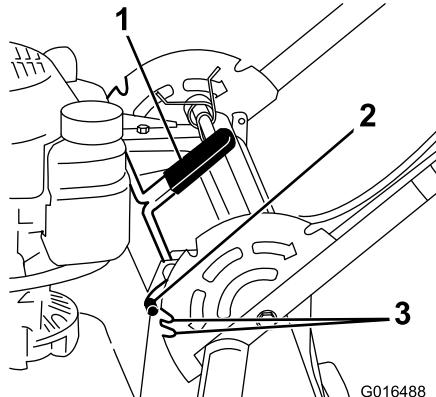

Figure 16
- Tirez le levier de blocage du guidon vers l'arrière pour désengager les goupilles de blocage du guidon (Figure 16).
- Goupille de blocage du guidon (2)
- Faites pivoter le guidon et alignez le cran souhaité du support de guidon avec les goupilles de blocage du guidon ; voir Figure 16.